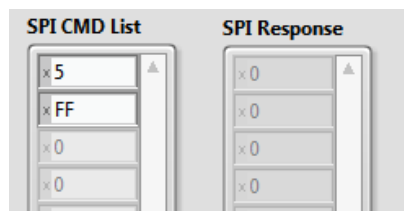

Рис. 2.9. Список команд для чтения регистра состояния ОЗУ
4. В первом слоте списка команд SPI введите значение 0x05. Ниже введите значение 0xFF. Все остальные слоты в списке команд должны оставаться серыми, как показано на рис. 2.9. Это должно быть